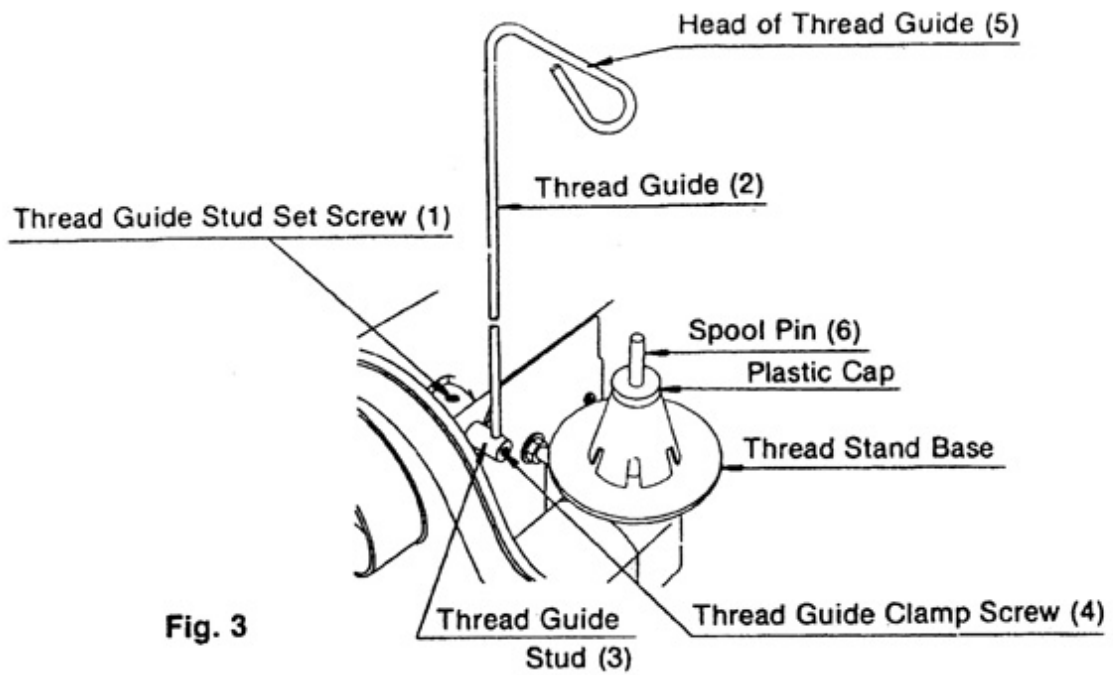

Fig. 3
B. Installing Thread Stand (Fig. 3)